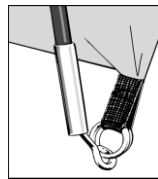

Figure 1
4. Placer une extrémité de chaque arceau diagonal à l'intérieur du système de verrouillage, au coin du tapis de sol (voir figure 1).